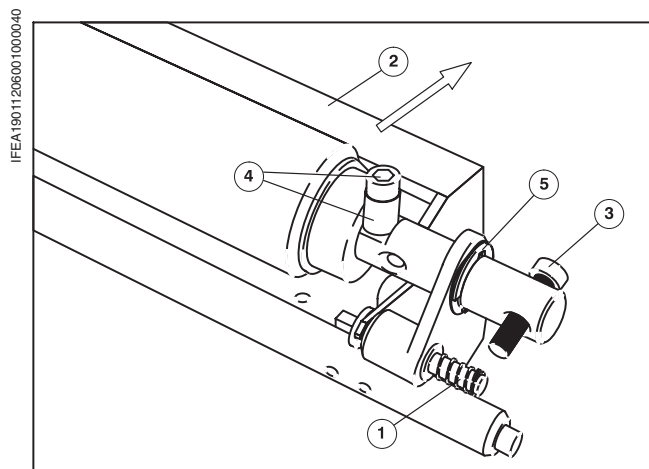

Рис. 24 Замена смывочного валика
- ❶ Выньте устройство для смывки офсетного полотна из машины.
- ❷ Вдавите штыри на стороне привода (Рис. 24/❶) и на стороне обслуживания.
- ❸ Отведите ванну для смывочного средства (Рис. 24/❷) в направлении стрелки.
- ❹ Вывинтите полностью винт на стороне привода (Рис. 24/❸).
- ❺ Удалите винты на стороне привода (Рис. 24/❹) и стороне обслуживания вместе с втулками.
- ❻ Удалите стопорное кольцо на стороне привода (Рис. 24/❺).